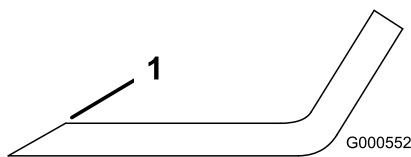

Figure 52
1. Au moyen d'une lime, aiguissez les tranchants à chaque bout de la lame (Figure 52).
Remarque: Si la lame est déséquilibrée, limez un peu l'extrémité de l'ailette seulement (Figure 52).